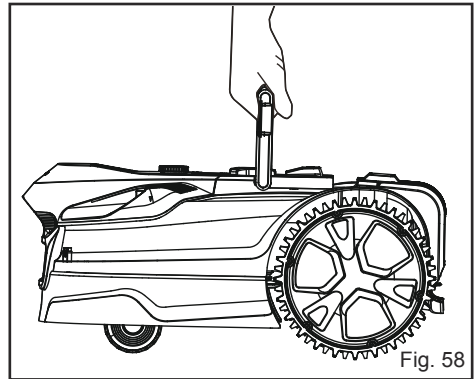

Fig. 58
- Utilice el asa de transporte para transportar el cortacésped. Transporte el cortacésped con el disco de corte alejado del cuerpo (Fig. 58).